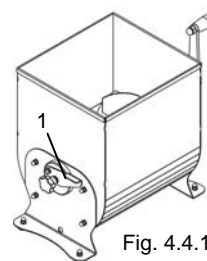

Fig. 4.4.1
- Soulever le levier avant «1» Fig. 4.4.1.